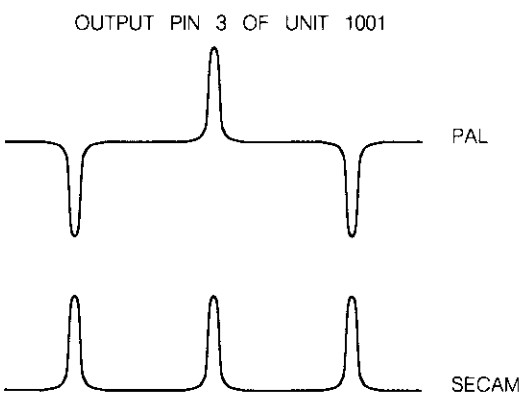

Bild 3
- Spule 5201 dahin abgleichen, dass am Bild des Oszilloskops nur positive Impulse sichtbar sind (siehe Bild 3).